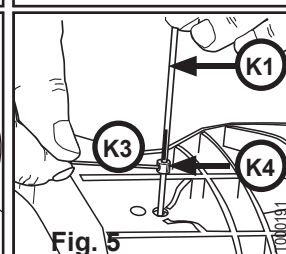

Fig. 5
8. Thread K4 (1x) over K1; align bottom of Step 5 mark with top K4 (Fig. 5).
8. Enfilez **K4** (1x) sur **K1**; alignez le bas de la marque faite à l'étape 5 sur le haut de **K4** (Fig. 5).